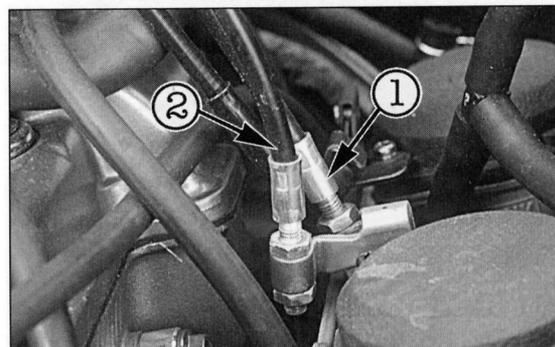

Bild 23
- Gasseilzug-Einsteller (an Lenker und Vergasern) auf grösstmögliches Spiel einstellen und Gasseilzüge an Vergasern aus Aufnahme «herausfummeln» (Bild 23).